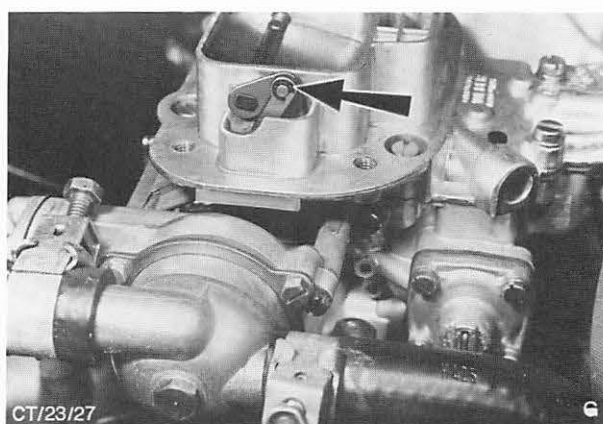
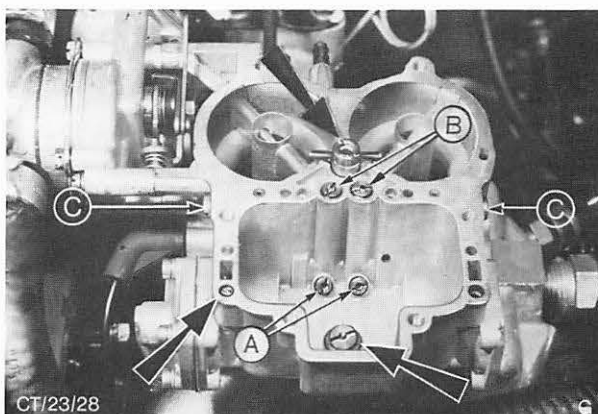

Abb. 55 Lage der Sicherung – Verbindungsstange bzw. -stange an Hebel der Starterklappenwelle.
Abb. 56 Düsen und Düsenstopfen, die zur Reinigung entfernt werden müssen
6. Sicherung vorsichtig mit einem Schraubenzieher abdrücken und Starterklappe-Verbindungsstange bzw. Lasche vom Hebel der Starterklappenwelle aushängen. Abb. 55.
7. Schrauben (6) vom Vergaserdeckel entfernen und Vergaserdeckel abheben.
9. Düsen und Düsenstopfen aus dem Vergasergehäuse entfernen. Beim Ausbau der Haupt-Leerlauf- und Luftkorrekturdüsen (Abb. 56) jeweilige Einbaulage und Größe der Düsen beachten.
11. Düsen und Düsenstopfen einsetzen. Abb. 56. Sicherstellen, daß die Haupt-Leerlauf- und Luftkorrekturdüsen in die jeweils richtigen Sitzbohrungen montiert werden. Um eine eventuelle Fehlbestückung zu vermeiden, vorgeschriebene Düsenkalibrierungen in den Technischen Daten beachten.